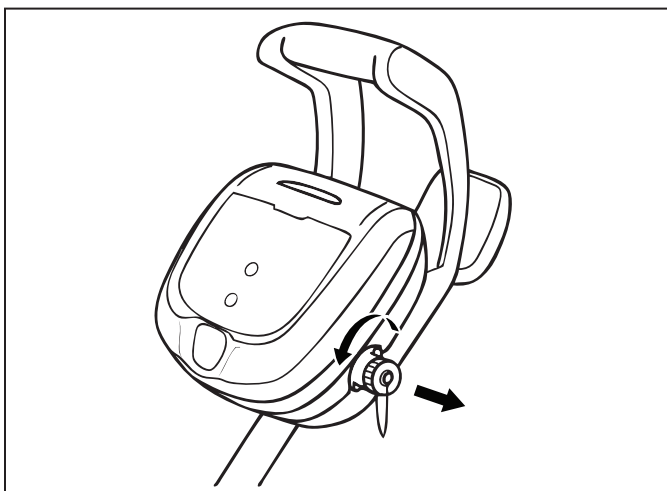

Figure 11. Retirer le capuchon protecteur
1. Dévisser le capuchon protecteur pour le cordon électrique sur le côté du module de commande en le tournant en sens antihoraire (Figure 11).